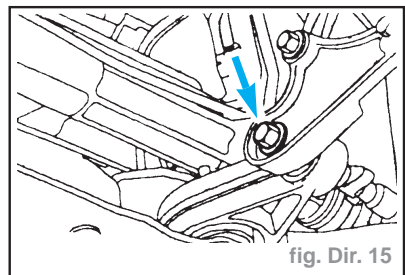
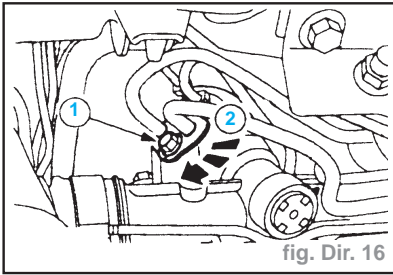

fig. Dir. 15
fig. Dir. 16
- Déposer le boulon central situé entre le silent-bloc et la boîte de vitesse. (fig. Dir. 15).
- déposer le boulon (1) (fig. Dir. 16),
- poser les flexibles et tourner la bride de fixation. (fig. Dir. 16),
- serrer la vis (1) à **2.3 daN.m**.
- poser le boulon central de silent-bloc (fig. Dir. 15),